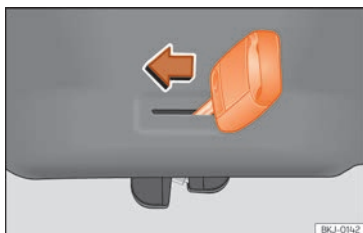

Fig. 91 Détail du coffre à bagages : déverrouillage d'urgence.
- Introduisez le panneton de la clé dans la rainure et déplacez la clé dans le sens de la flèche jusqu'à ce que vous déverrouilliez la serrure » » fig. 91.